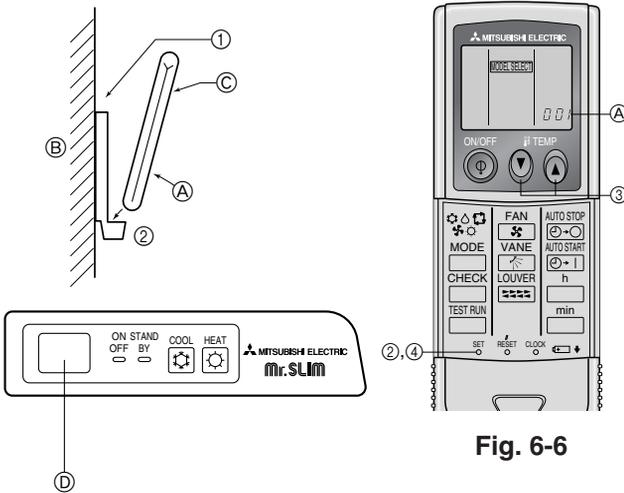

Fig. 6-5
2) Aufstellverfahren (Fig. 6-5)